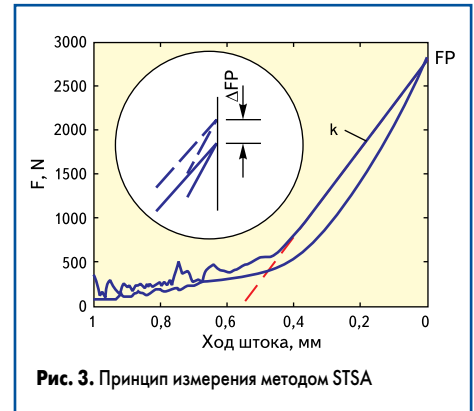

Рис. 3. Принцип измерения методом STSA
- Кримпсимулятор Komax очень надежен и имеет большой ресурс. Он рассчитан на 100 000 циклов, в течение которых его свойства не изменяются. Принцип измерения (рис. 3):